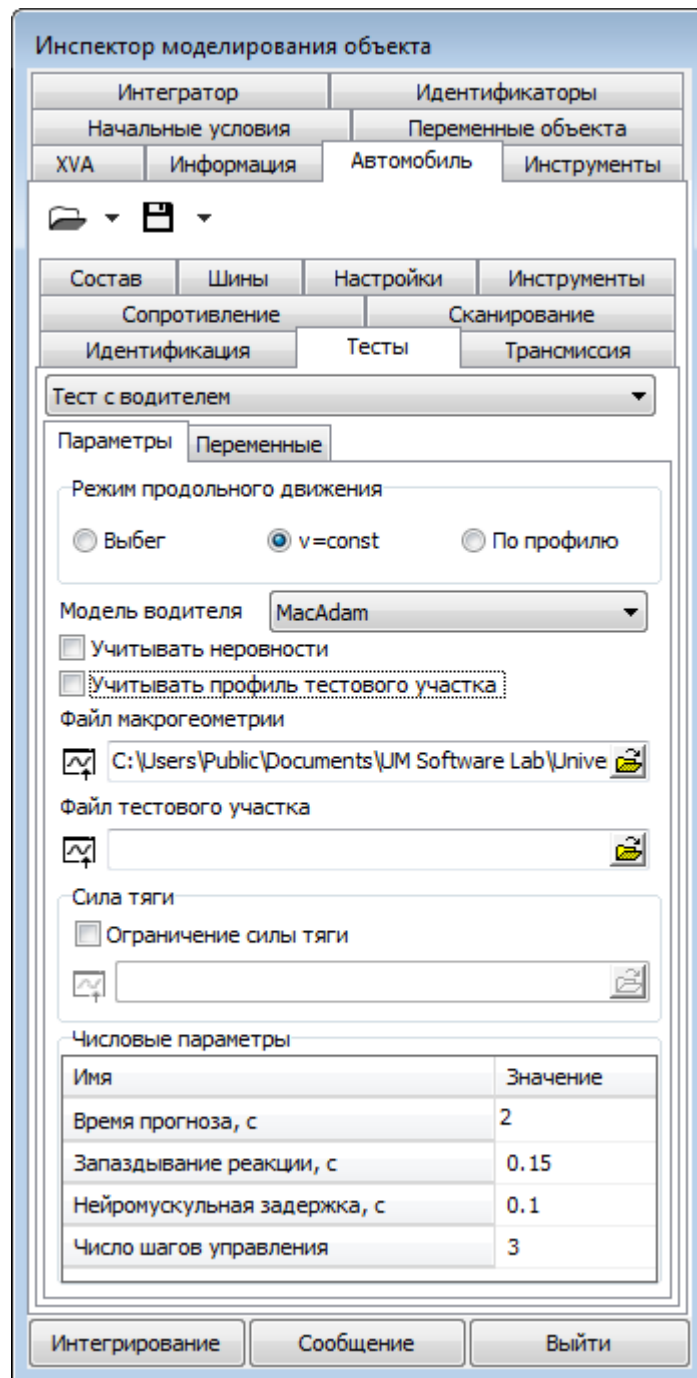

Рис. 1.9. Обгон
3. Перейдите на вкладку **Автомобиль | Тесты**, см. рис. 1.9.